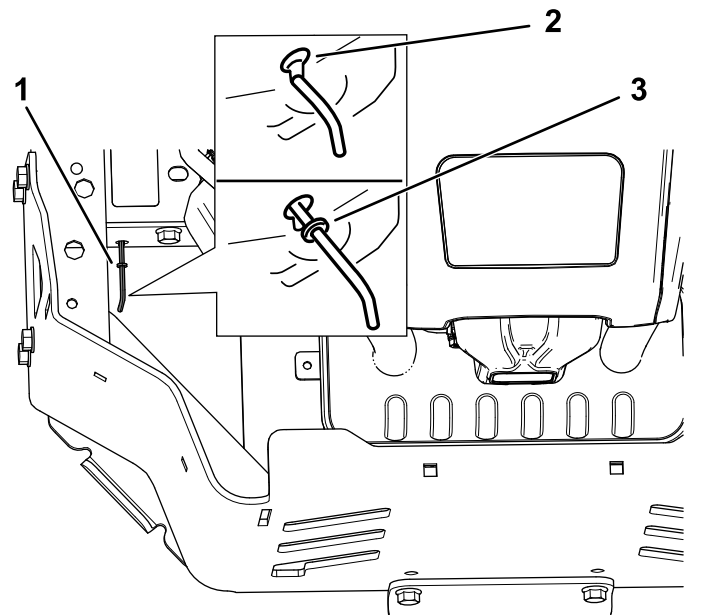

Figura 38
4. Mueva las palancas de desvío hacia delante a través del orificio y hacia abajo para bloquearlas en esa posición (Figura 38).
Mueva las palancas de desvío hacia atrás a través del orificio y hacia abajo para bloquearlas en esa posición, según se muestra en la Figura 38.